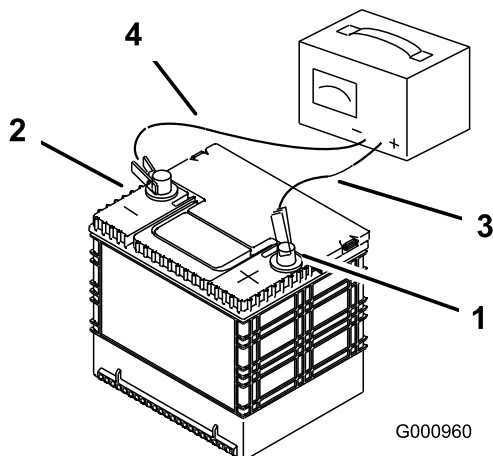

Рисунок 51
3. После полной зарядки аккумулятора отсоедините зарядное устройство от электророзетки, а затем отсоедините провода зарядного устройства от штырей аккумулятора (Рисунок 51).